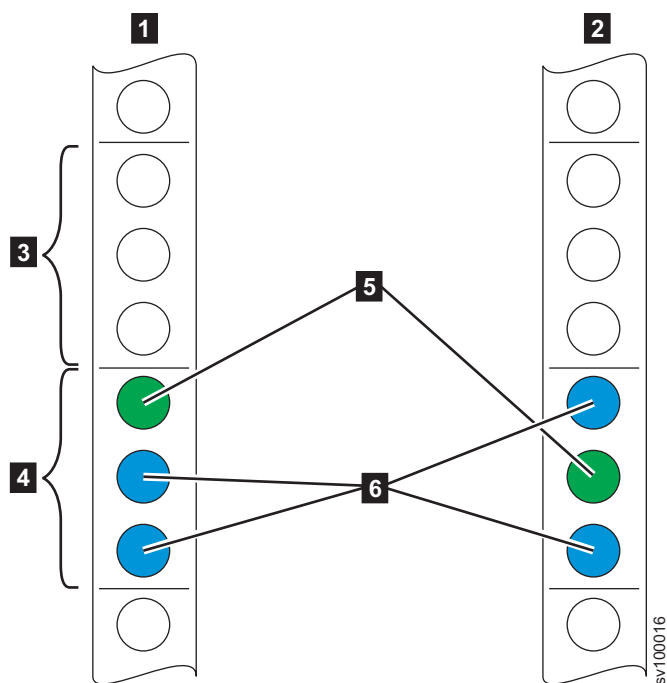

Figura 58. Identificando o espaço de rack
2. Selecione um espaço 2U disponível (dependendo do nó que você está instalando) em seu rack para instalar seu nó, conforme mostrado em Figura 58 na página 89.